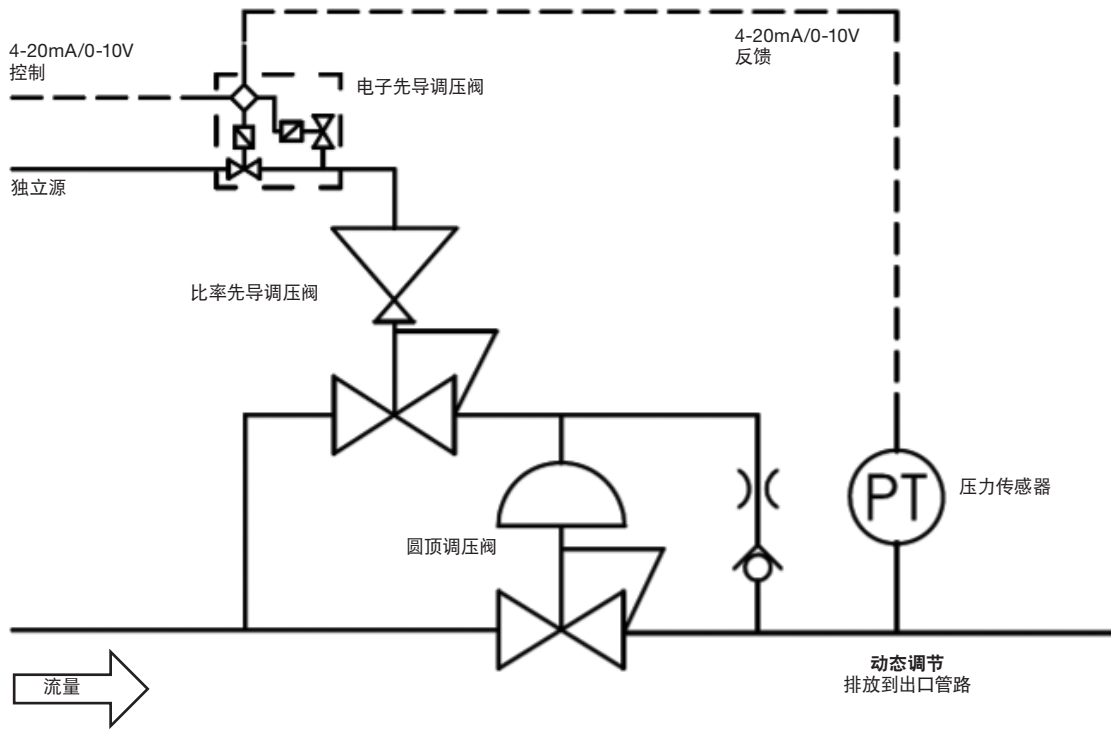

图 7
- **比率控制**。在此设置中，由系统压力供给的比率先导调压阀用于控制圆顶压力。比率先导可由电子调压阀和压力传感器组合控制（图 7），或由外部圆顶供给控制。比率先导出口压力按比例大于其圆顶压力。这样，主调压阀就能达到全出口压力，同时由低压源控制。此设置不适用于液体应用。